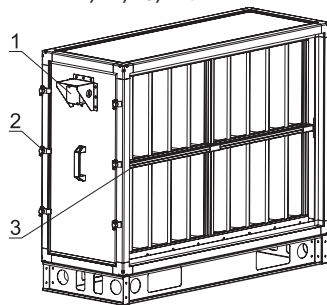

Рисунок 9
При замене фильтрующей вставки (рис.9) необходимо отвернуть прижимы (2), демонтировать съёмную панель со стороны обслуживания, потянуть вставку за корпус рамки (3) и извлечь.